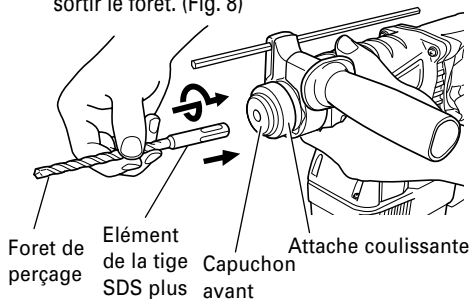

Fig. 7
3. Montage du foret de perçage (Fig. 7)
- (1) Nettoyer la section de la queue du foret de perçage.
- (2) Insérer le foret de perçage en le tournant dans le porte-outil jusqu'à ce qu'il se verrouille en position. (Fig. 7)